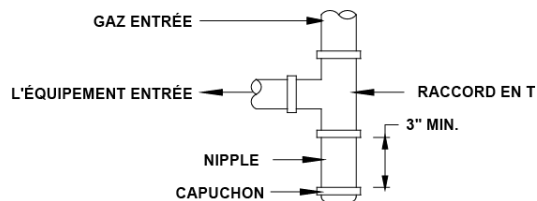

Figure 10: Siphon du Sédiment Typique (exigé pour toutes les installations)
- Le code NFPA et Hearthstone exigent l'utilisation d'une trappe à sédiment dédiée en amont de l'appareil. Les dommages à la soupape ou aux autres composantes dus l'absence de la trappe à sédiment ne sont pas couverts par la garantie (voir Figure 10)
La veilleuse est préréglée par le fabricant et ne devrait pas avoir besoin d'ajustement. Néanmoins vous devriez faire un contrôle visuel périodique de la veilleuse. La flamme de la veilleuse devrait être assez grande pour englober le thermopile et le thermocouple qui se trouvent à côté de la veilleuse, mais pas si grande pour créer du bruit excessif ou pour consommer du gaz excessif (*Consultez la Figure 10*). Si nécessaire, vous pouvez ajuster la veilleuse avec la vis d'ajustement de la veilleuse qui se trouve sur la valve de contrôle du gaz (*voyez la figure 9*). Ouvrez la porte de la valve pour accéder à la vis d'ajustement de la veilleuse. Notez que la flamme de la veilleuse doit englober la thermopile pour que la thermopile puisse produire une millitension suffisante (325 à 500 mV) pour alimenter la valve de contrôle du gaz. La flamme de la veilleuse devrait rassembler à *Figure 10*. Si la flamme de la veilleuse est trop petite ou mal orientée loin de la thermopile, il est possible que l'unité s'éteigne ou que le Luno devienne difficile ou impossible à manipuler par le thermostat mural ou par la commande à distance.